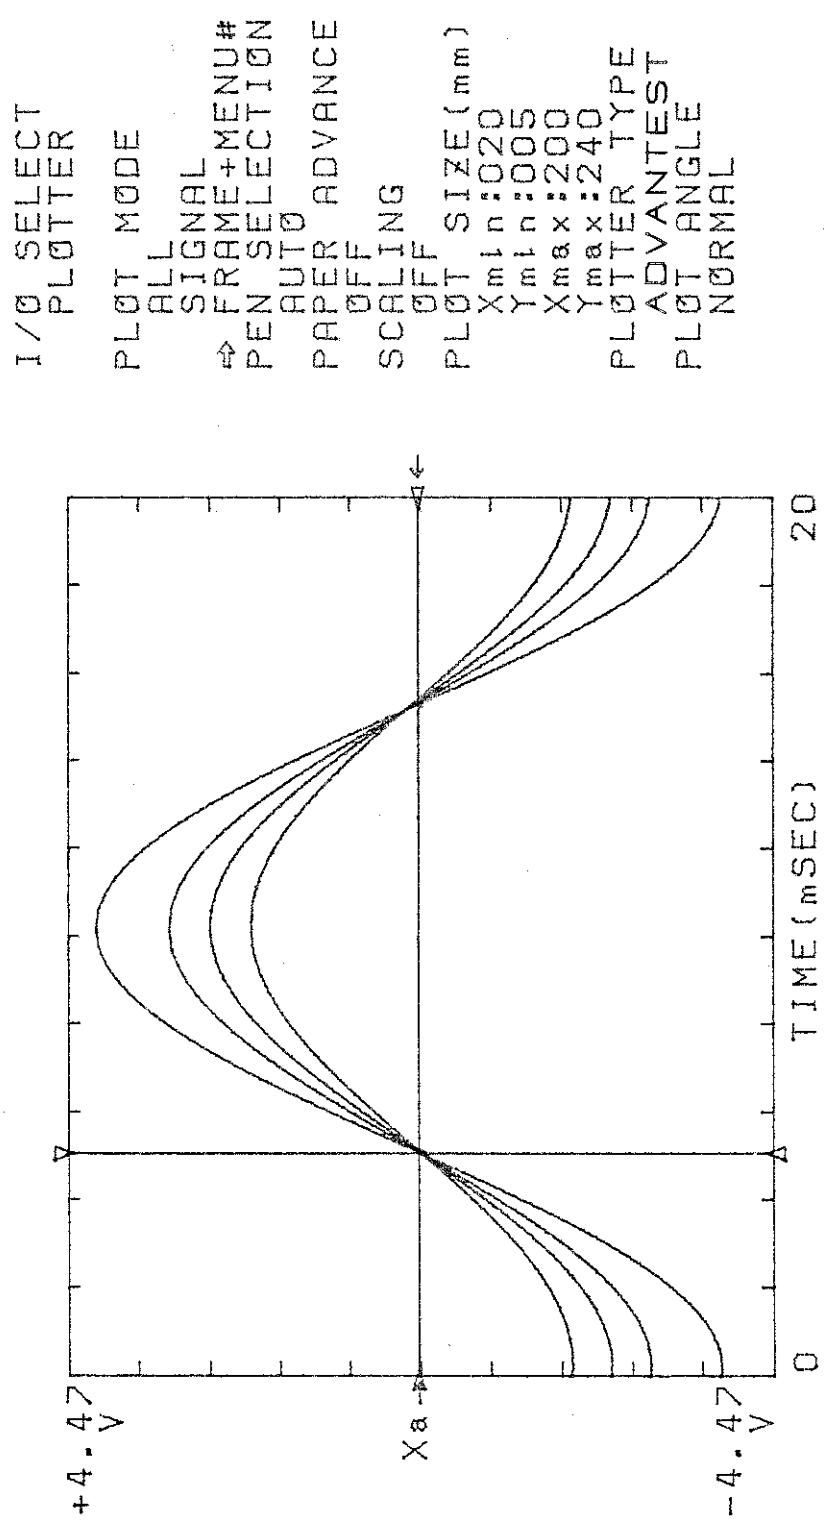
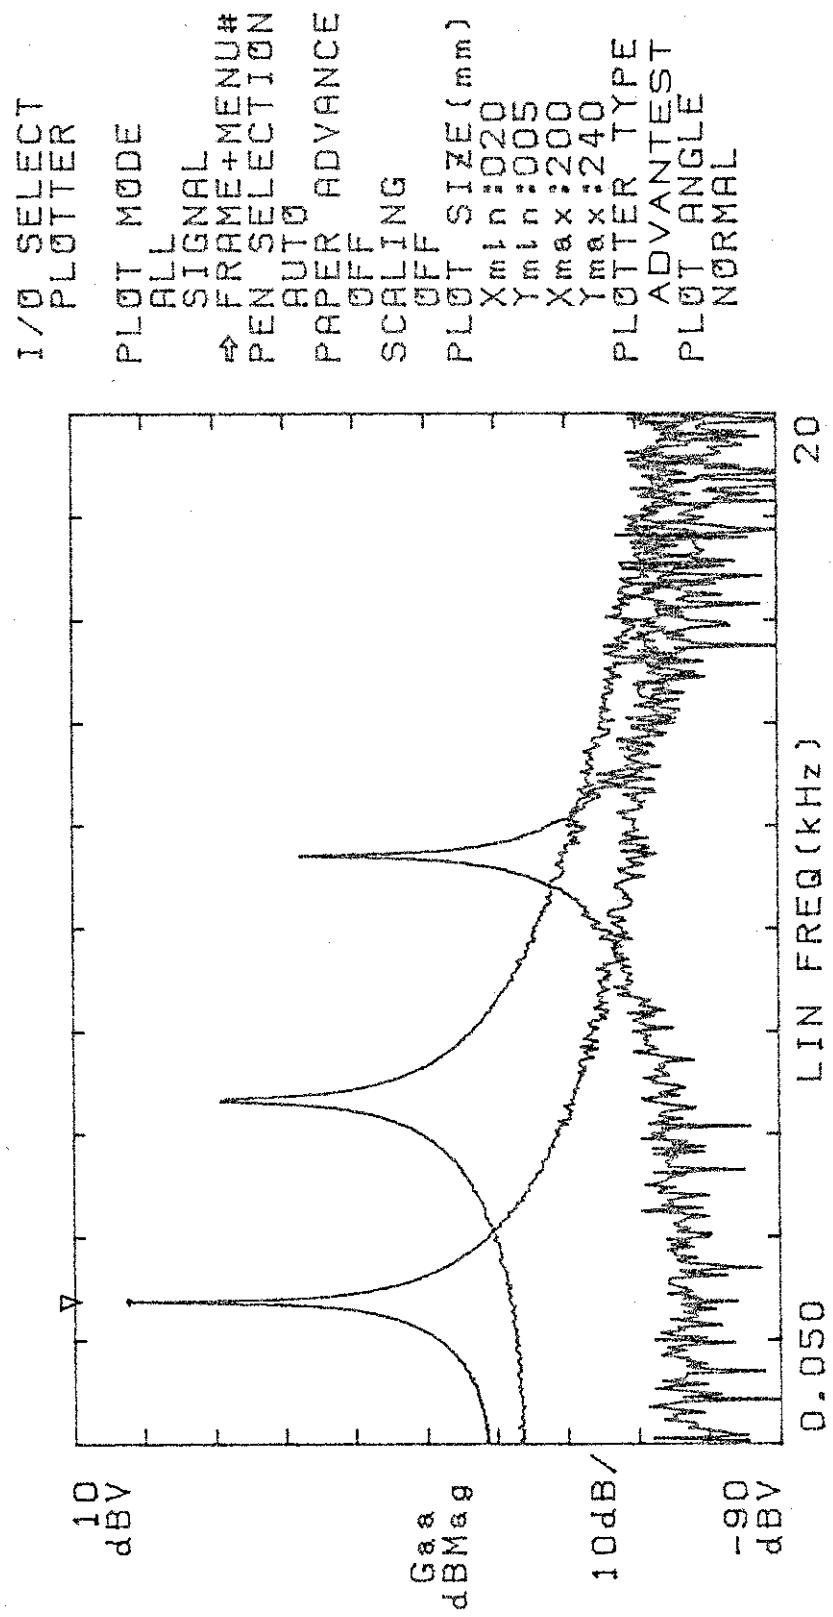

図 6-19 プロッタ作図例（重ね描き）
図 6-20 プロッタ作図例（重ね描き）
- ⑨ 引続き次の測定値を重ね書きする場合は、⑤~⑧の操作を繰返します。
- ⑩ 最後の波形を作図してから紙送りを行なう場合は、⑧の操作を行なう前に、"PAPER ADVANCE"を"A4"または"SCALE"に設定してからEXECUTEスイッチを押します。作図が終了しますと、紙送りをして停止します。
- [図6-19] [図6-20]に、以上の操作で得られたプロッタの作図例を示します。